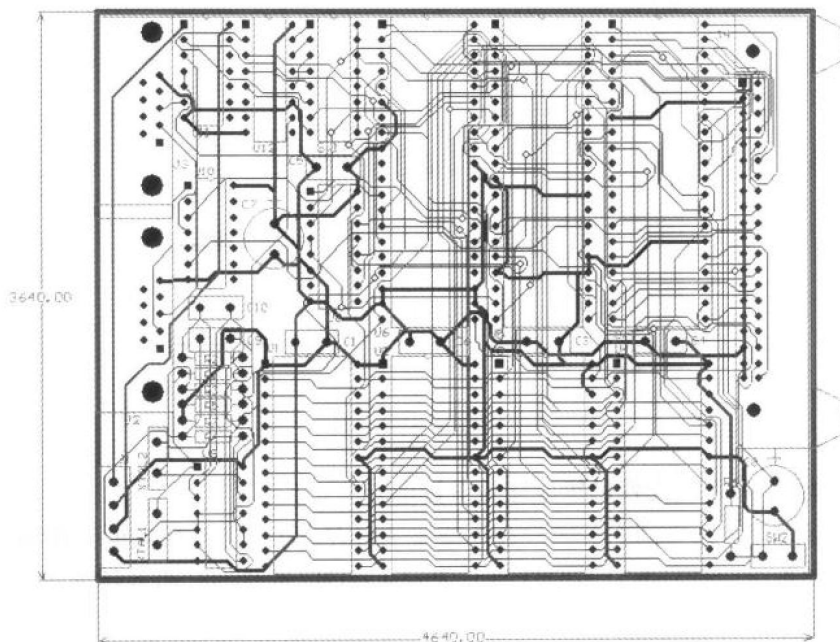

图1-2 PCB 设计实例
- 印制电路板设计系统 (PCB)：它主要用于印制电路板的设计，由它生成的 PCB 文件将直接应用到印制电路板的生产中。图 1-2 所示是采用 Protel DXP 设计完成的印制电路板图。